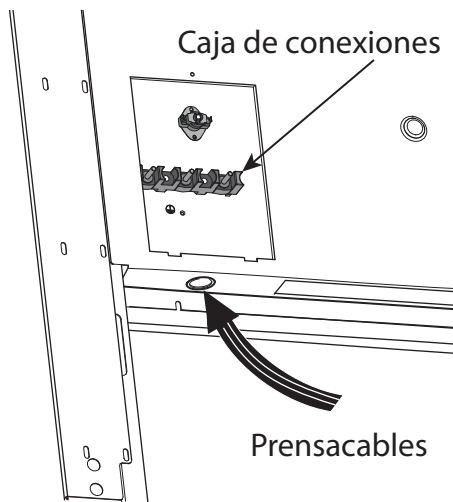

Figura 16: Ubicación del prensacables
Localice la caja de conexiones en la parte trasera del aparato y quite la cubierta (consulte la *Figura 16*). Se debe fijar el conducto a la caja de conexiones utilizando un conector de conducto aprobado. Se debe conectar la extremidad libre del conector de conducto a una caja de conexiones instalado en la zona de alimentación eléctrica, como se muestra en la *Figura 4*.
Instale un prensacables (no incluido) en el orificio de 1 pulg. (25,4 mm) de diámetro situado debajo de la caja de conexiones (vea la *Figura 16*). El cableado del aparato debe llegar hasta la caja de conexiones mediante el conducto, pasando a través del prensacables. Las extremidades de los cables deben tener fijadas lengüetas cerradas de 1/4 pulg., preferentemente soldadas en su lugar. Realice las conexiones a la caja de conexiones incluida (vea la *Figura 16*).
1. Localice la caja de conexiones en la parte trasera del aparato y quite la cubierta (consulte la *Figura 16*).
2. Instale el prensacables (no incluido con la estufa) en el orificio de 1 pulg. (6 mm) de diámetro situado en el panel trasero, debajo de la caja de conexiones (vea la *Figura 16*). Pase los cables por el prensacables.